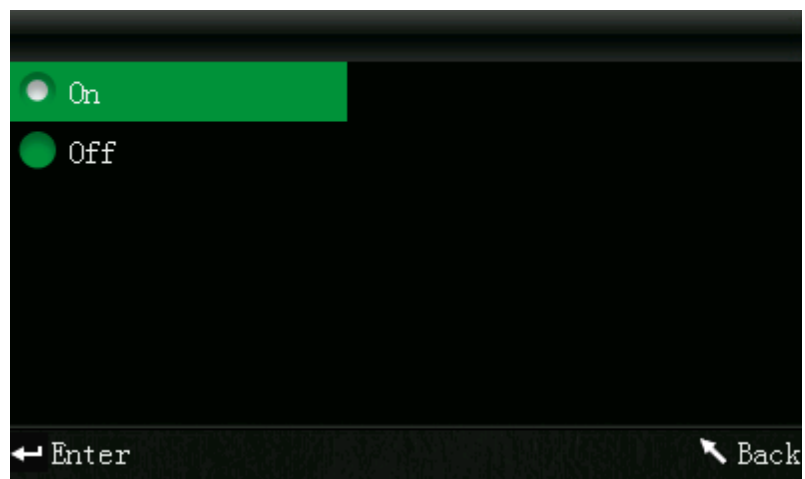

Abbildung 51: Farb Offset einstellen
- a) Wählen Sie „Settings“ – „Color Offset“ um auf die Oberfläche wie in Abbildung 51 zu gelangen. Hier können Sie auswählen ob Sie das Farb-Offset auf dem Display darstellen wollen oder nicht. Wählen Sie „On“ um das entsprechende Farb-Offset auf der rechten Seite des Displays anzuzeigen (siehe Abbildung 52).